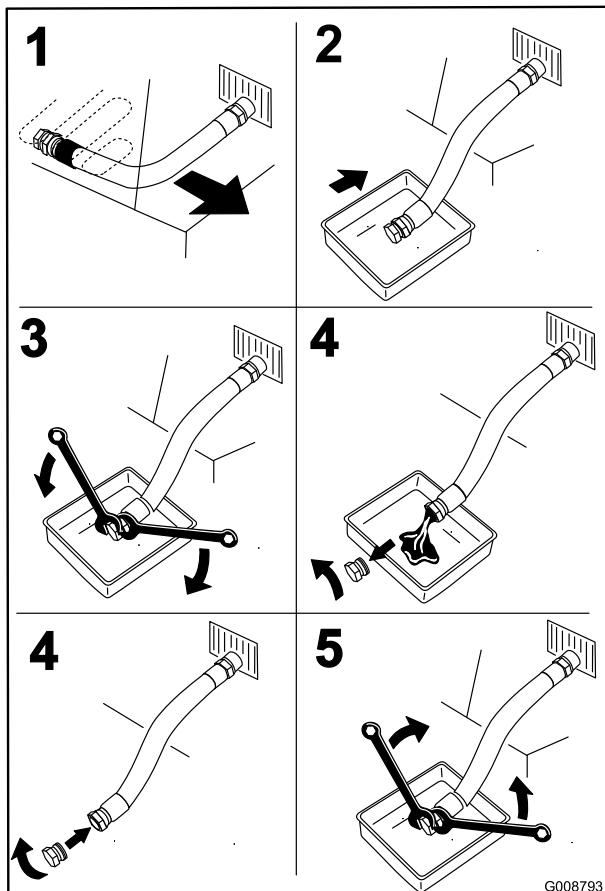

Figure 45
- Avant de quitter la position d'utilisation, coupez le moteur, enlevez la clé de contact et attendez l'arrêt de toutes les pièces mobiles (Figure 45).